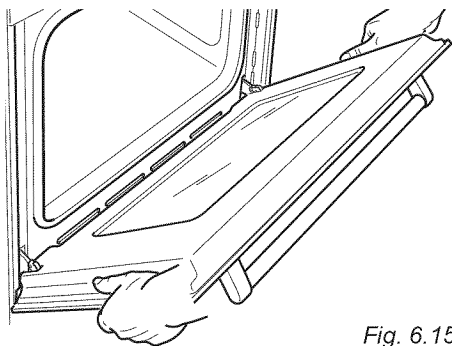

Fig. 6.15
- Tenez la porte tel qu'indiqué à la fig. 6.15.
- Saisir solidement la porte (fig. 6.15).